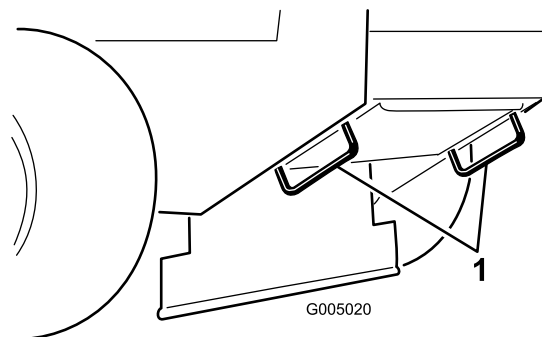

Bild 12
5. Befestigen Sie die Maschine mit den Metalbefestigungsschleifen und Riemen, Ketten, Kabel oder Seilen am Anhänger oder LKW (Bild 12).